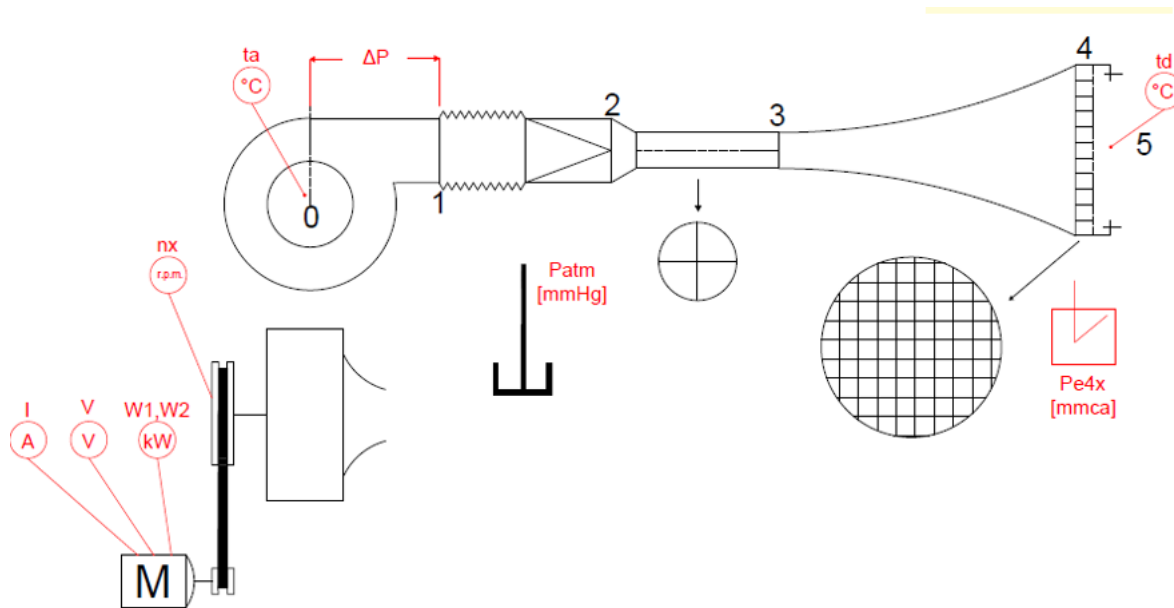

Ilustración 1: Partes de la instalación del ventilador radial ensayado.
El ventilador utilizado en este ensayo es de tipo radial y en la ilustración 1 se puede observar la instalación a ensayar. Esta clase de ventiladores funciona con una serie de alabes curvados hacia adelante (0) que son los que se encargarán de mover el aire aspirado hacia la descarga, la cual se encuentra perpendicular al eje de giro del ventilador.